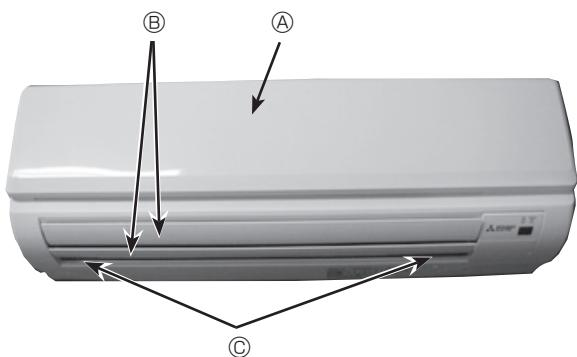

Fig. 6-2
- Retire los cubretoornillos del panel. Retire los tornillos. (Fig. 6-2)